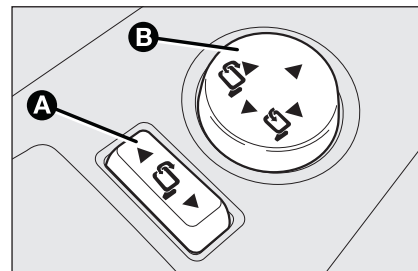

fig. 36
- posizionare il selettore **A**-fig. 36 nella posizione neutra (nessun specchio selezionato);
- ripiegare lo specchio, agendo nelle posizioni laterali del joystick **B**-fig. 36;